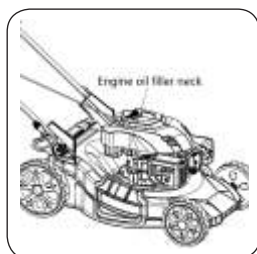

Рис. 8
**ПРОВЕРКА УРОВНЯ МОТОРНОГО МАСЛА И ЗАПРАВКА МОТОРНОГО МАСЛА (Рис. 8, 9 и 10).**